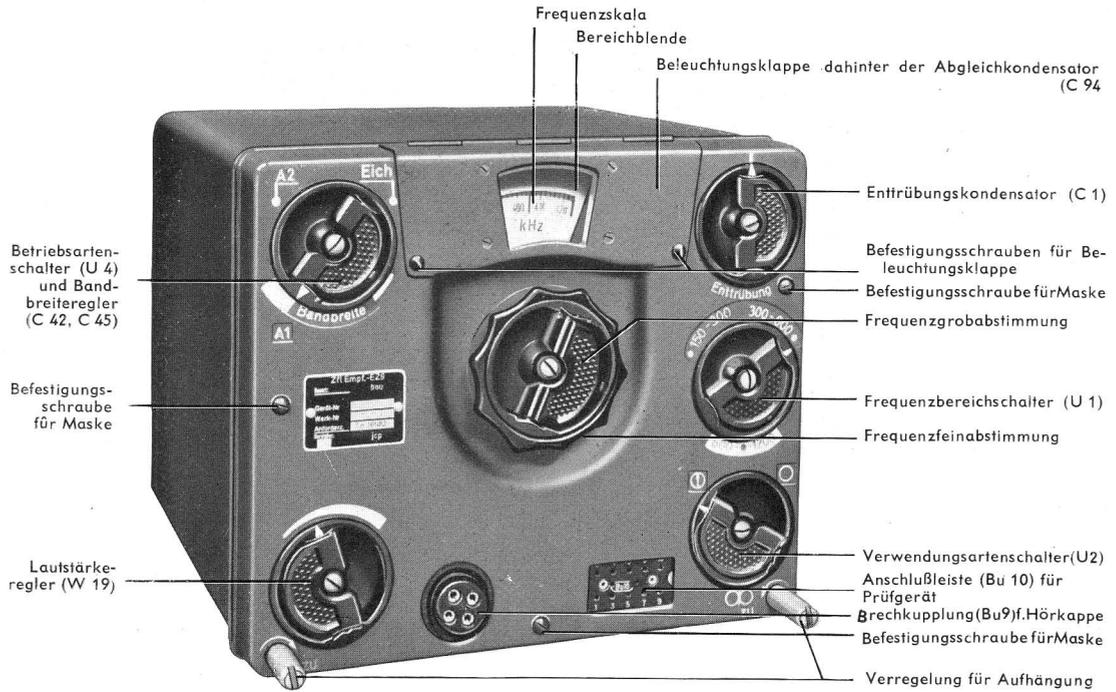

Abb. 3 Zielflugempfänger EZ 6, Frontansicht
- b) Die **Frequenzeinstellung** wird am Empfänger EZ 6 mit dem Bereichsschalter, dem Grob- und dem Fein-Abstimmknopf nach der in kHz geeichten Frequenzskala vorgenommen (vgl. Abb. 3).
11. Die Frontansicht des (von Hand zu bedienenden) Zielflugempfängers EZ 6 zeigt Abb. 3, die mit Bedienungshinweisen versehen ist. Die in Klammern gesetzten Bezeichnungen entsprechen den Teilezahlen der Stückliste und des Stromlaufplanes (vgl. Anlage 8).
Die als Träger des Drehkondensators und der einzelnen Baugruppen dienende Frontplatte (vgl. Abb. 3) ist mit einer Maske verkleidet, die mit drei Schrauben befestigt ist. Vor dem Abnehmen der Maske müssen die Befestigungsschrauben der Drehknöpfe gelöst werden.
### 17. Betätigungsgriffe und Anschlüsse (vgl. Abb. 3)